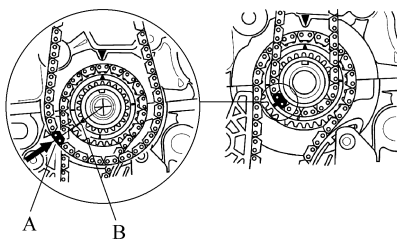

图 2-55 对齐涂色链节与曲轴链轮标记
3) 将凸轮轴链条安装在曲轴链轮上,使涂色的链节(A)与曲轴链轮上的标记(B)对准,见图2-55。